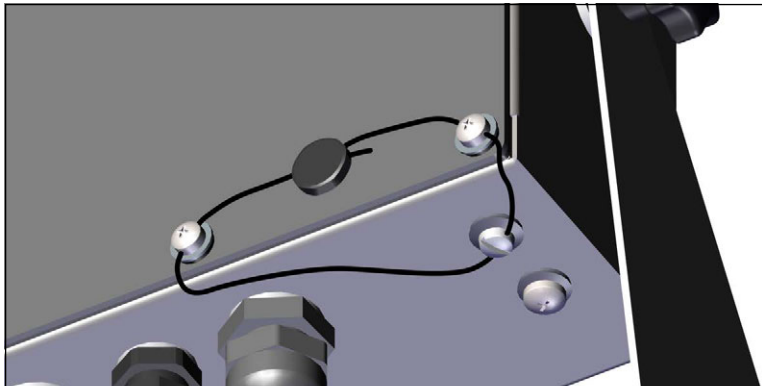

Figura 2-13. Precintado del visor - Sin acceso
3. Pase el precinto por los tornillos de cabeza cilíndrica de la placa posterior y de la parte inferior de la carcasa, como se muestra en la Figura 2-13.